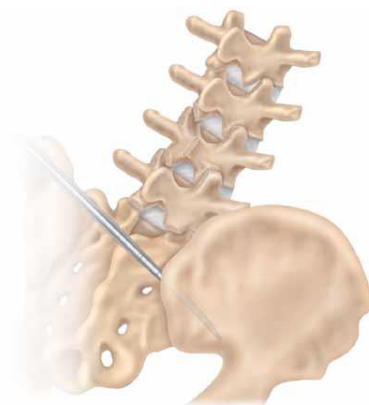

Figura 3.
- Opción 2: Se utiliza un punzón estándar para iniciar el agujero en la cresta ilíaca. Luego, la sonda ilíaca se usa para hacer un túnel por la vía hacia el ilion distal usando la misma trayectoria que la Opción 1 (Figura 3). A continuación, se palpa el orificio con una sonda roma para asegurarse de que quede dentro del hueso en toda su longitud.